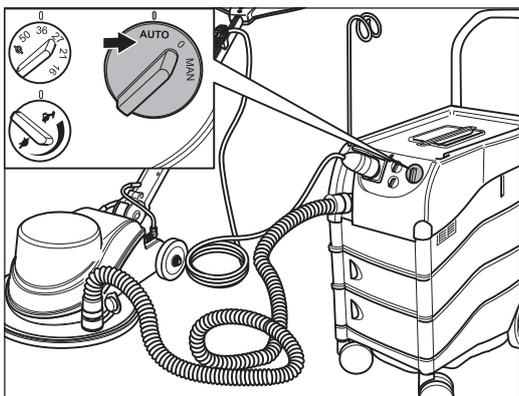

Abb. 25 AUTO-Betrieb-Stellung des Staubsaugers.
- 4 Schalten Sie den Staubsauger auf AUTO-Betrieb (Abb. 25). AUTO-Betrieb bedeutet, dass sich der Staubsauger beim Ein- bzw. Ausschalten der SINGLE automatisch auch ein- bzw. ausschaltet.